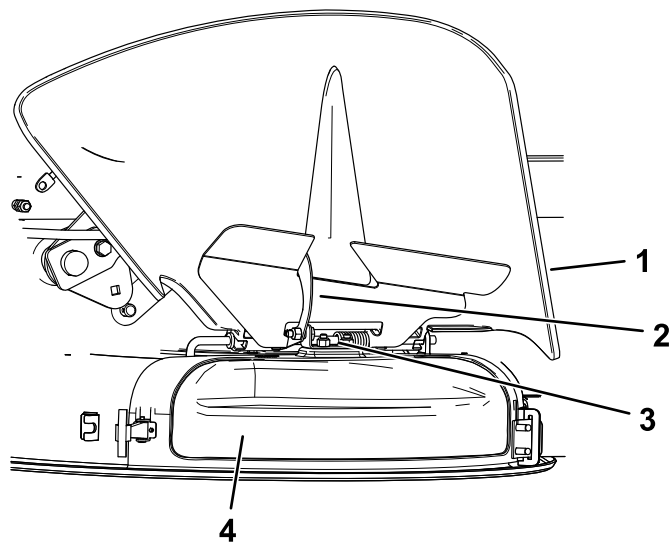

Рисунок 16
4. Отсоедините защелку в форме крюка в верхней части крышки выброса от оси поворота (Рисунок 16).
5. В верхней части крышки выброса зацепите защелку в форме крюка за ось поворота отражателя в сборе (Рисунок 16).